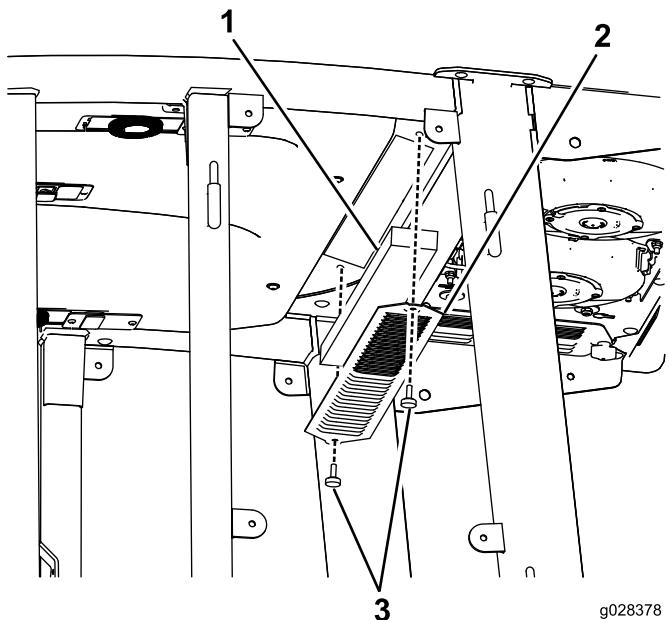
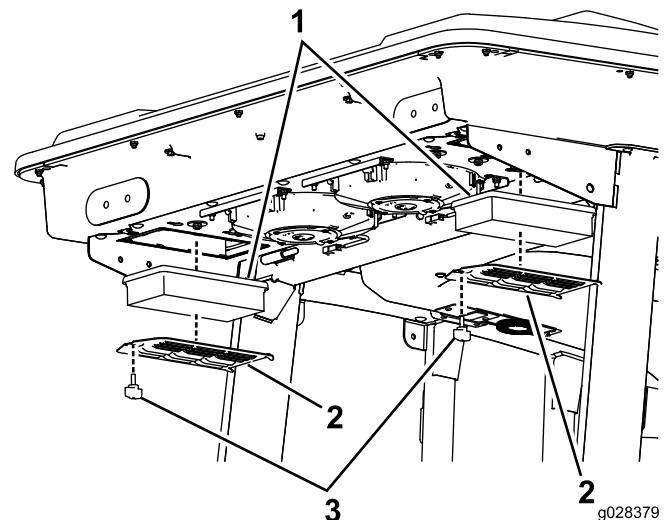
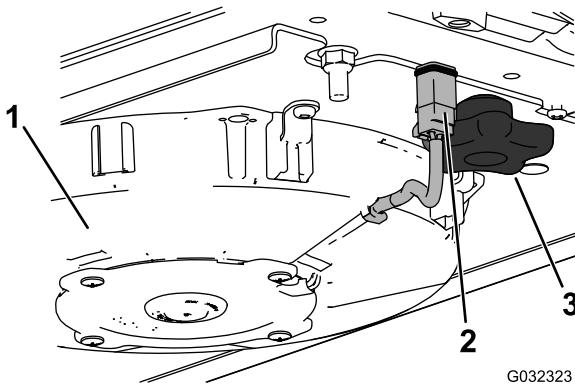
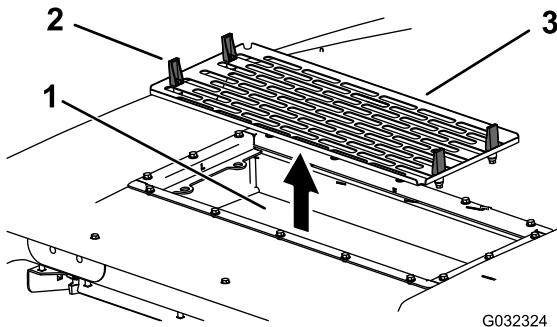

Figure 102
Figure 103
Figure 104
Figure 105
1. Retirez les vis et les grilles des filtres à air intérieur et arrière de la cabine (Figure 102 et Figure 103).
5. Déposez les filtres à air (voir Figure 103).
7. Reposez les filtres à air, la grille et le ventilateur (Figure 103, Figure 105 et Figure 104).
8. Rebranchez le câble de chaque ventilateur (Figure 104).